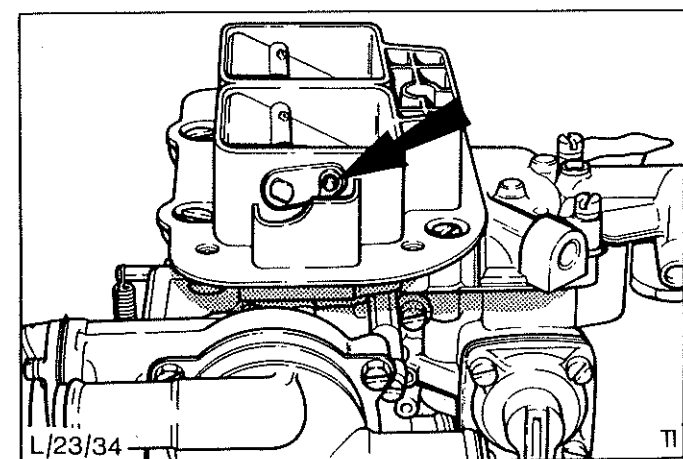

Abb.15 Sicherung - Verbindungsstange bzw. Stange an Hebel der Starterklappenwelle (Weber-Registervergaser)
2. Sicherung vorsichtig mit einem Schraubendreher abdrücken und Starterklappen-Verbindungsstange bzw. Lasche vom Hebel der Starterklappenwelle aushängen, Abb.15.